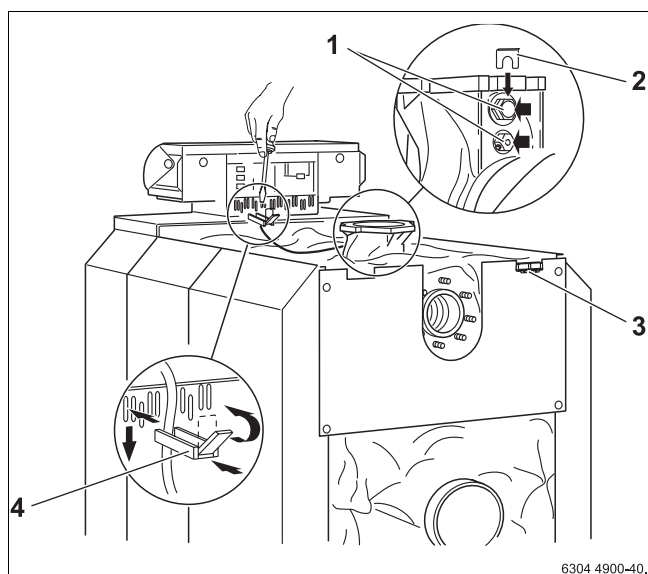

Fig. 52 Fissaggio delle linee di collegamento elettriche
- Introdurre la sonda nel relativo pozzetto ad immersione e assicurarla con il relativo arresto di sicurezza per sonde (la lente d'ingrandimento nella → fig. 52 è girata di 180°).